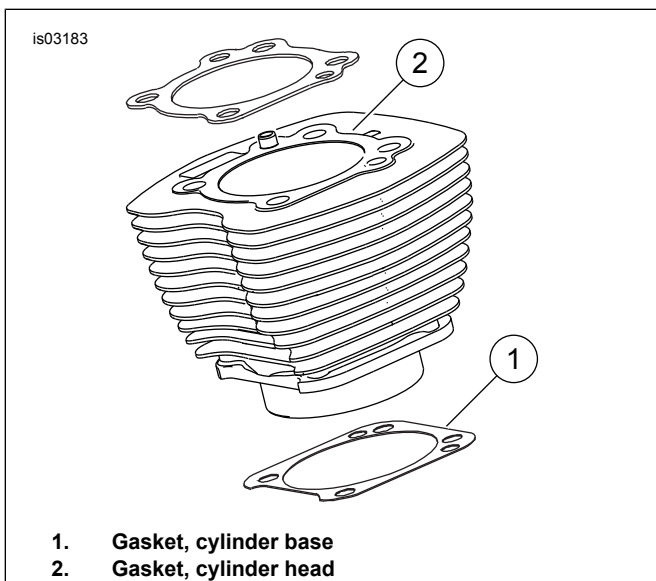

Figure 1. Mga Cylinder Gasket
Figure 1. Ang 4.060 pulgada na cylinder base gasket (1) at ang cylinder gasket (2) ay nagtatanggal sa pangangailangan ng mga O-ring. Huwag gumamit ng mga O-ring sa mga cylinder dowel o mga cylinder spigot.